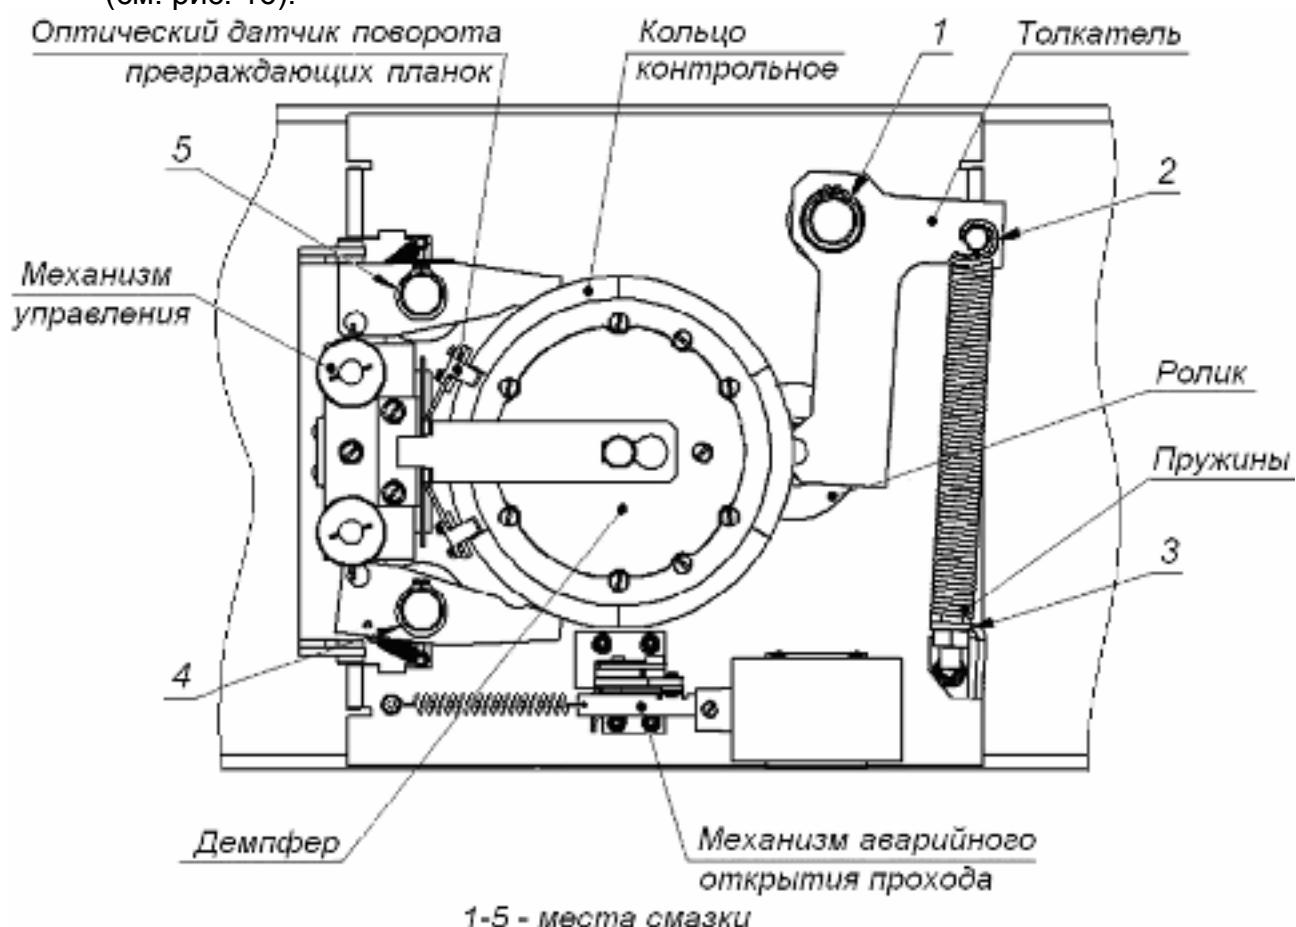

Рисунок 16 Расположение внутренних деталей и узлов механизма турникета
2. Снимите крышку (3) в порядке, указанном в разд. 6.
4. Осмотрите устройство поворота (толкателем, пружины и ролик), оптические датчики поворота преграждающих планок и демпфирующее устройство (см. рис. 16).
6. Выполните смазку узлов трения механизма турникета смазкой ШРУС-4. Не допускайте попадания смазки на поверхность кольца диска контрольного и на ролик. Смазку производите в следующих точках (см. рис. 16).
11. Проверьте крепление преграждающих планок (5) в шарнирных узлах турникета и, при необходимости, подтяните крепежные винты.
13. Установите на место крышку (3) (см. разд. 6) и зафиксируйте ее винтом.